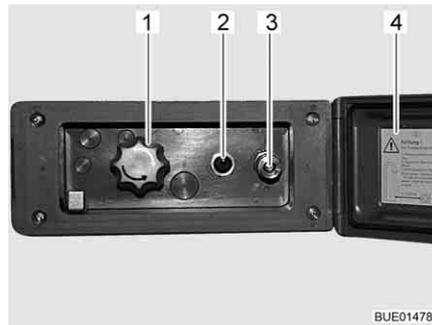

Fig. 156 Branchement de la douche extérieur
- Déverrouiller et ouvrir le couvercle (Fig. 156,4).
- Brancher le flexible de la douche extérieure sur la fermeture rapide (Fig. 156,3).
- Allumer la pompe à eau avec le commutateur (Fig. 156,2).
- Régler la température de l'eau selon ses désirs avec le bouton rotatif (Fig. 156,1).
- Éteindre la pompe à eau avec le commutateur (Fig. 156,2).
- Fermer le couvercle (Fig. 156,4) et verrouiller avec la clé.
- Placer le bouton rotatif (Fig. 156,1) sur la position intermédiaire.